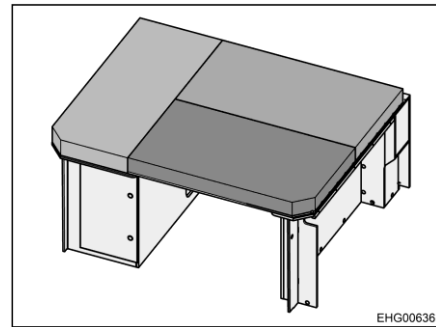

Bild 33 Heckbett (zum Schlafen umgebaut)
- Die Polster wie in Bild 33 dargestellt auf der Liegefläche verteilen.